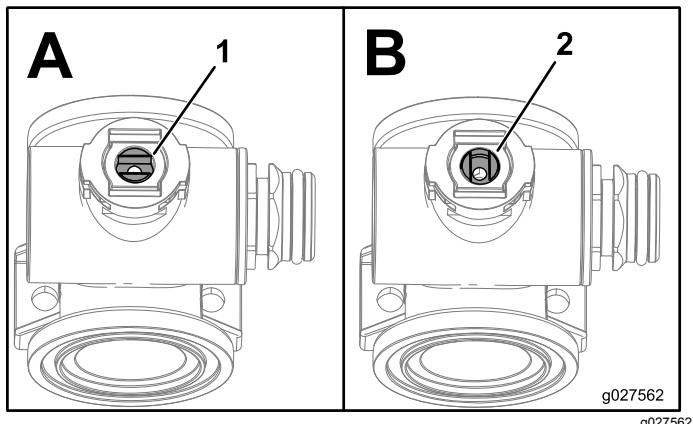

Figura 115
1. Ponga el vástago de la válvula en la posición de cerrado (Figura 115, B).
3. Gire el vástago de la válvula hasta que la bola esté en la posición de Abierto (Figura 115, A).
7. Gire el conjunto del vástago de la válvula a la posición de cerrado (Figura 115, B).